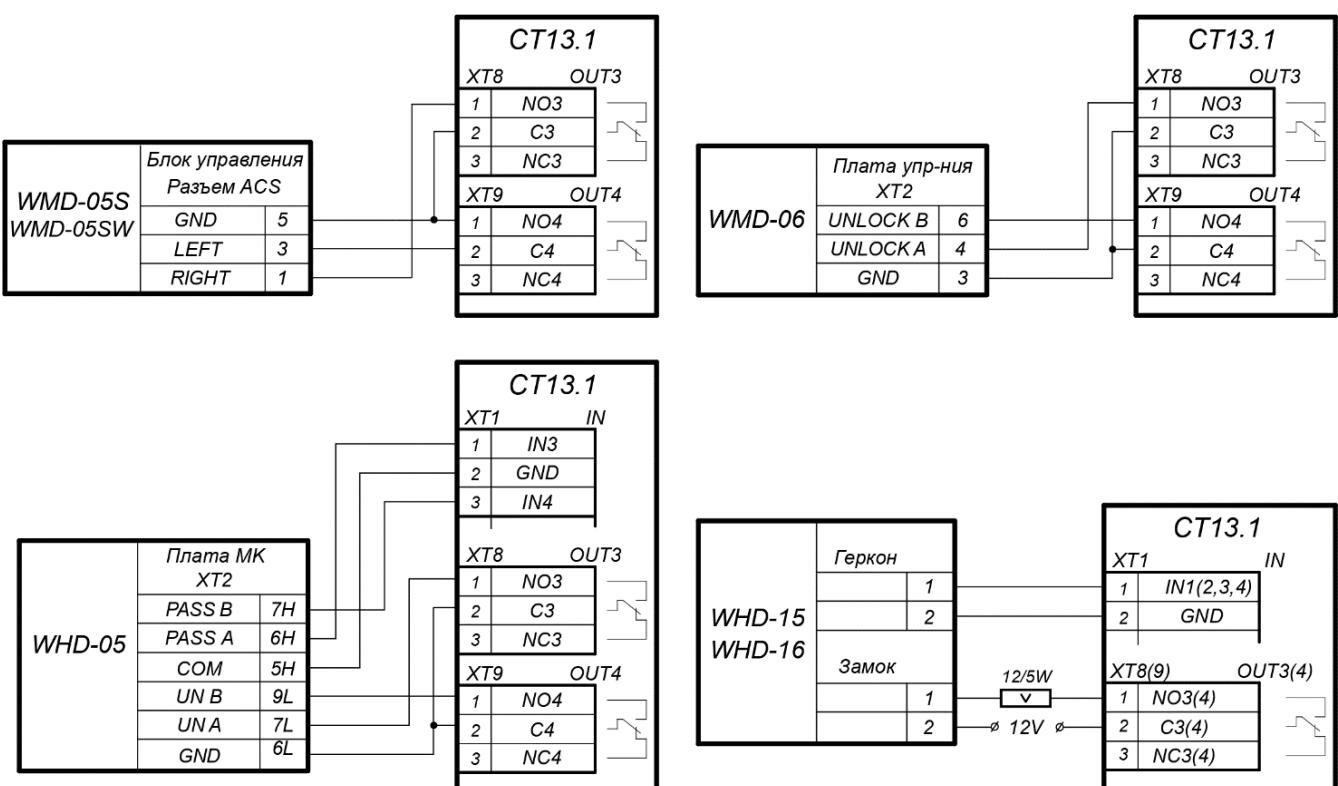

Рисунок 16. Схемы подключений калиток
2. Дополнительный турникет или калитка (ИУ №2) подключается к клеммным колодкам **XT1**, **XT8**, **XT9** нижней платы контроллера в соответствии со схемой для данного типа изделия (см. рис. 16, 17).